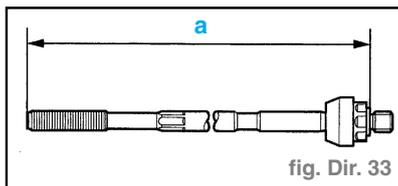

fig. Dir. 33
- Les nouvelles barres de direction sont plus courtes que les anciennes (fig. Dir. 33).